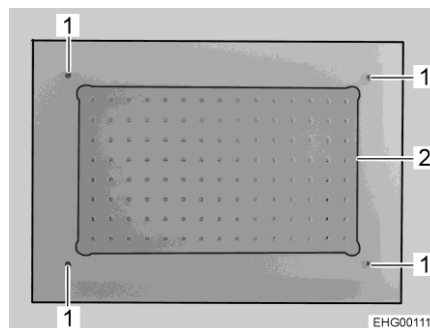

Fig. 293 Lámpara de techo
- Desenroscar los 4 tornillos (Fig. 293,1).
- Quitar la placa de cristal (Fig. 293,2) con los LED montados de modo fijo.
- Posicionar la nueva placa de cristal incluyendo los LED y enroscar los 4 tornillos (Fig. 293,1).